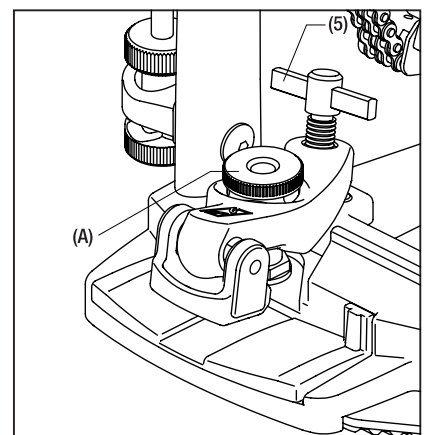

Fig.3(図3)
Adjust as necessary to match the thickness of the bass drum hoop. Then loosen the T-bolt (5) and set the pedal onto the drum hoop. Then retighten the T-bolt (Fig.3).
フープクランプのナット(A)で、クランプの開き具合を調整します。バスドラムフープの厚みに合わせて、クランプの開き具合をあらかじめ調整してください。次にT型ボルト(5)を緩め、バスドラムフープにペダル本体をセットし、しっかりと締めて固定してください(図3)。